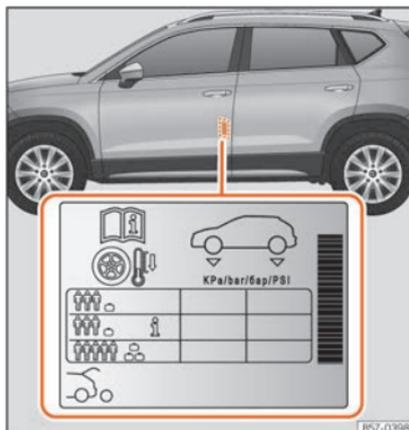

Fig. 227 Localização do autocolante da pressão de ar dos pneus.
- Adapte a pressão dos pneus à carga transportada pelo veículo »» **Fig. 227.**
Os valores da pressão de enchimento indicam-se na etiqueta autocolante situada na zona posterior da moldura da porta dianteira esquerda »» **Fig. 227.**
Dependendo do veículo, pode adaptar-se a pressão de ar dos pneus para meia carga para aumentar o conforto de condução [pressão de ar dos pneus **i** »» **Fig. 227**]. Quando se circula com a pressão de ar de conforto, o consumo de combustível pode aumentar ligeiramente.
A pressão dos pneus tem de ser ajustada à carga momentânea do veículo. Se pretender utilizar o veículo com a carga máxima, terá de aumentar a pressão dos pneus para o valor máximo indicado na etiqueta »» **Fig. 227.**
No caso de uma roda de emergência mais estreita [125/70 R18], encher a 4,2 bar de pressão segundo indicado na etiqueta de pressão dos pneus »» **Fig. 227.**
- **O condutor é responsável por garantir que todos os pneus do veículo estejam cheios com a pressão correta. A pressão de ar recomendada está indicada num autocolante »» **Fig. 227.****
- **Com os pneus a frio, deve manter-se sempre a pressão indicada no autocolante »» **Fig. 227.****